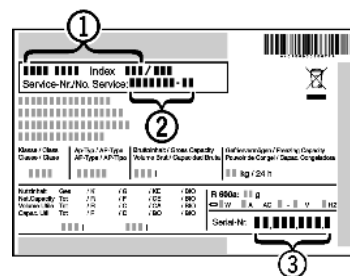

Fig. 9
- Обратитесь в сервисную службу и сообщите вид неисправности, наименование устройства Fig. 9 (1), сервисный № Fig. 9 (2) и серийный № Fig. 9 (3).